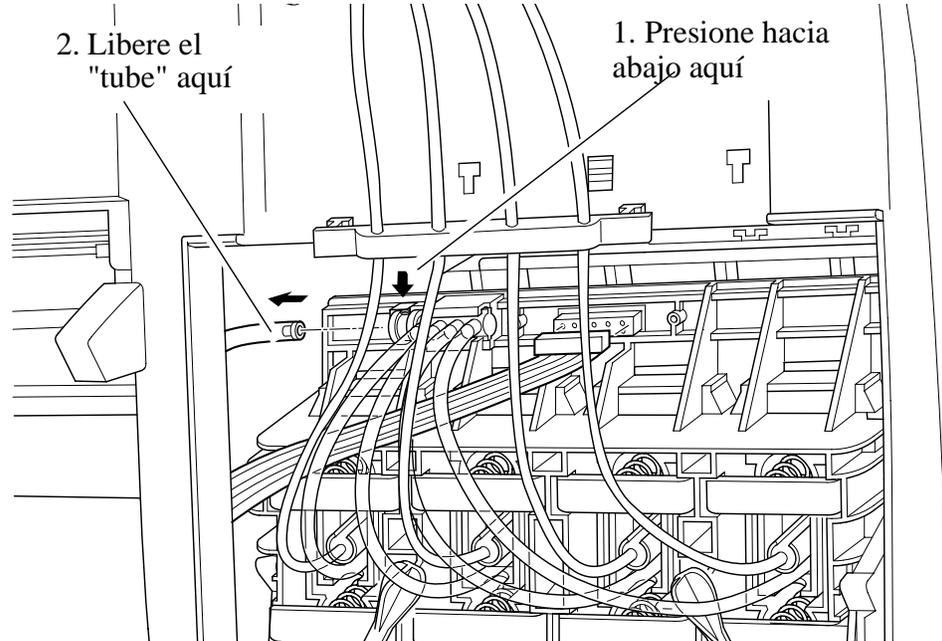

Figura 13: "Air Tube"
6. Desconecte el "air tube" (Consulte la Figura 13).